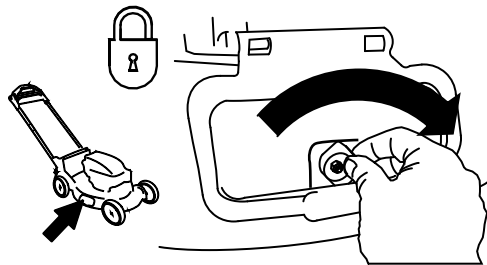

Figura 21
**Importante:** Dopo aver chiuso il deflettore di scarico laterale, bloccatelo (Figura 21).